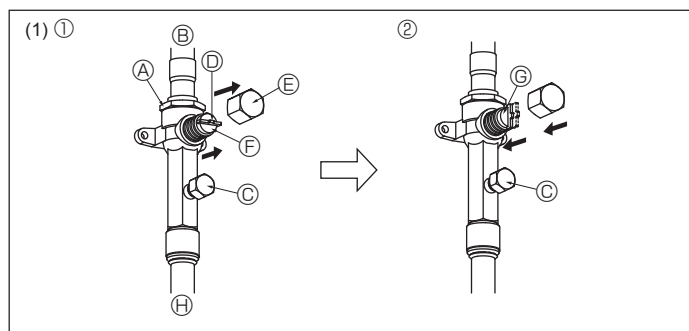
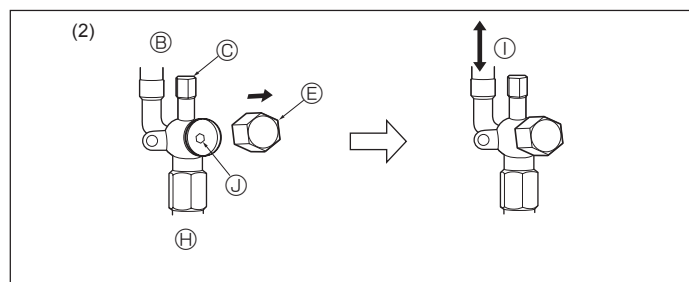

Fig. 4-10
Fig. 4-11
(1) Côté gaz (Fig. 4-10)
① Enlever le capuchon, ramener la poignée vers soi et la tourner d'un quart de tour en sens inverse des aiguilles d'une montre pour ouvrir la vanne.
② Vérifier que la vanne d'arrêt est complètement ouverte, appuyer sur la poignée et tourner le capuchon pour le ramener sur sa position d'origine.
(2) Côté liquide (Fig. 4-11)
① Retirez le bouchon, et tournez la tige de soupape à fond dans le sens antihoraire avec une clé hexagonale de 4 mm [3/16"]. Arrêtez de tourner quand elle frappe la retenue.
② Vérifier que la vanne d'arrêt est complètement ouverte et tourner le capuchon pour le ramener sur sa position d'origine.